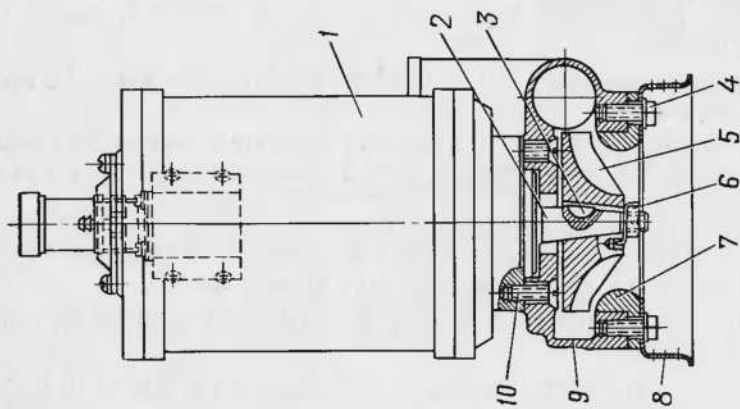

Рис. 84. Водоподкачивающий насос:
7. Вывернуть болты 4 (рис. 84) и снять сетку 8 и крышку 7.
9. Вывернуть винты 10 (рис. 84) и снять корпус 9.